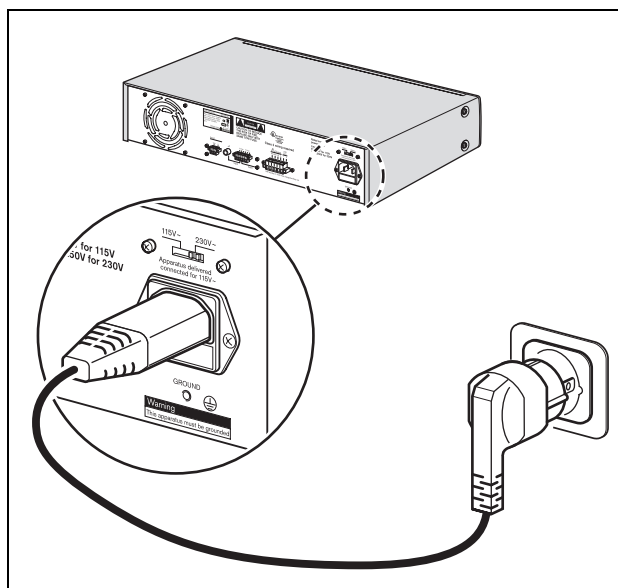

figura 3.2: Conexión de alimentación y selector de tensión
- 1 Asegúrese de que el selector de tensión (115/230 V CA) esté correctamente ajustado a la tensión principal del país (consulte figura 3.2)